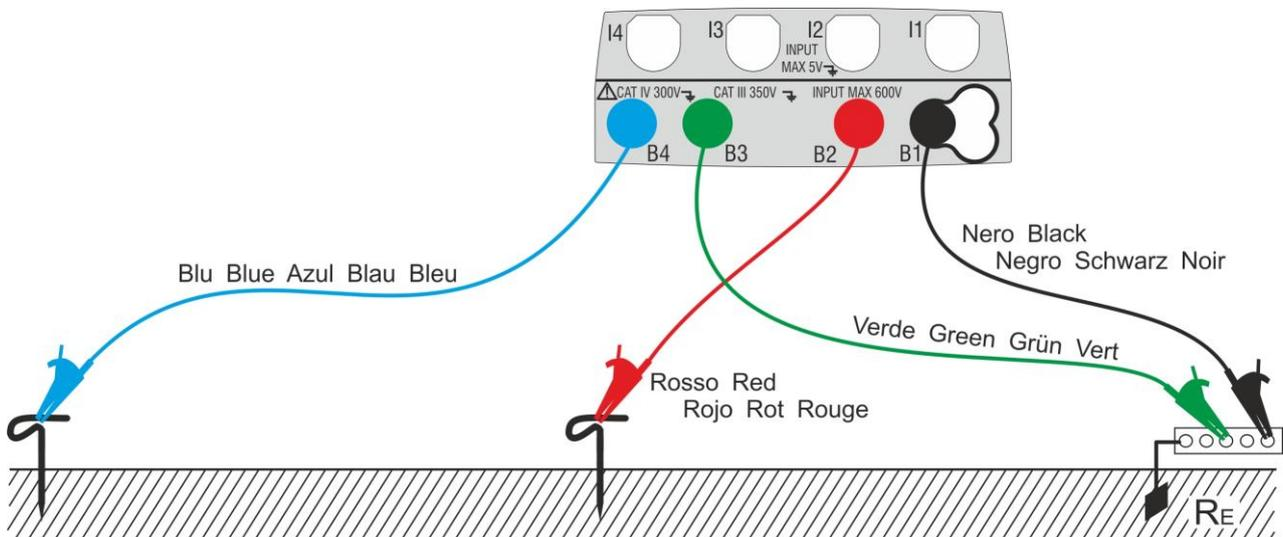
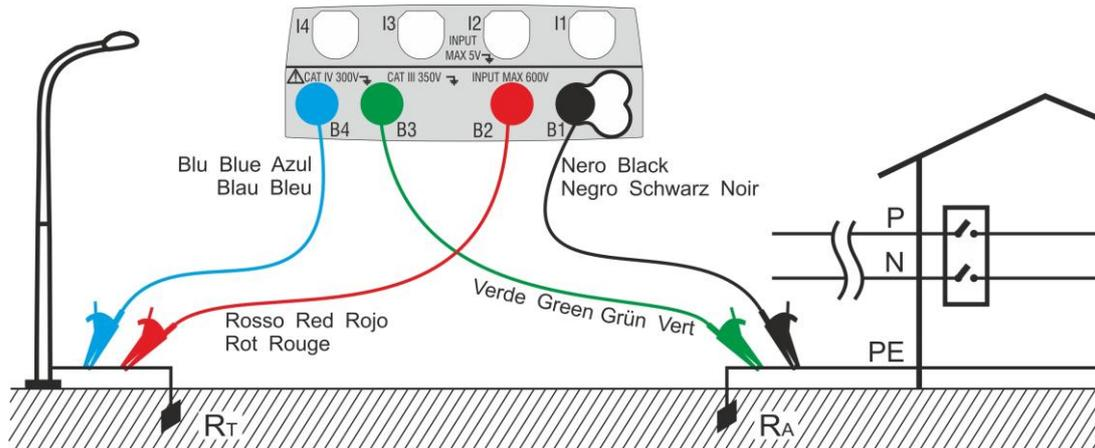
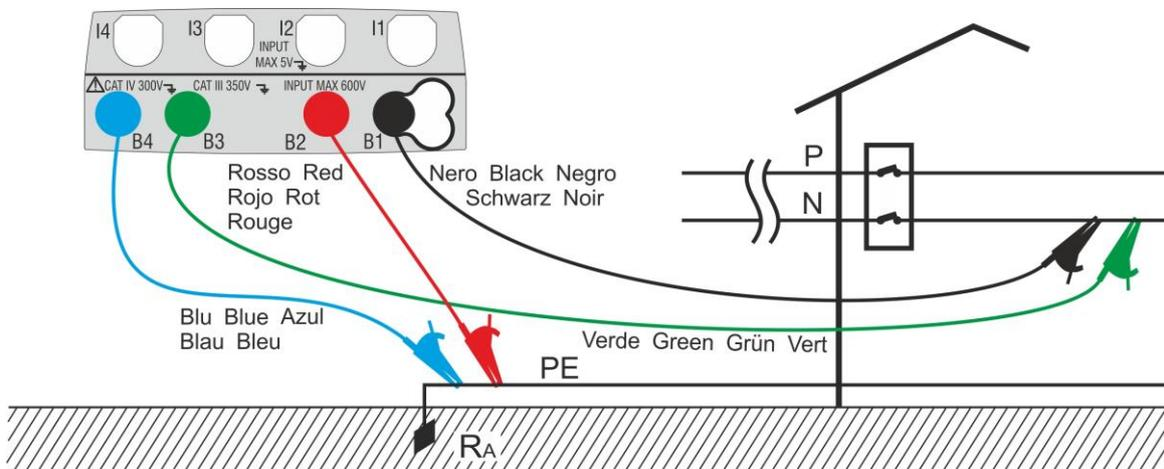

Fig. 27 : Mesure de résistance de terre à 3 fils
Fig. 28 : Mesure de résistance de terre à 2 fils avec électrode de mise à la terre auxiliaire
Fig. 29 : Mesure de résistance de terre à 2 fils du tableau d'alimentation
- 12 Connecter les crocodiles aux électrodes de mise à la terre auxiliaires et à l'installation sous test conformément à Fig. 27, Fig. 28, Fig. 29 ou Fig. 30